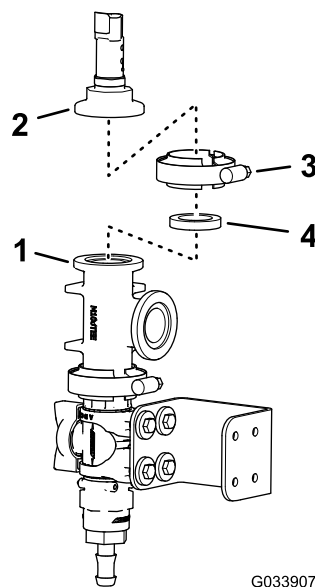

Figura 14
6. Aliniază flana traductorului de presiune cu flana fittingului în T, conform indicațiilor din Figura 14.
7. Montai traductorul de presiune pe fittingul în T cu o garnitură i o clemă cu flană i strângei cleva manual (Figura 14).